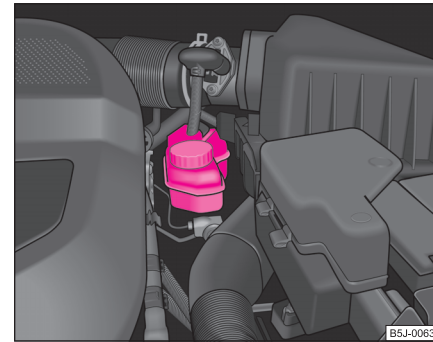

Abb. 159 Motorraum: Bremsflüssigkeitsbehälter
- Prüfen Sie den Bremsflüssigkeitsstand am Behälter ⇒ Abb. 159. Der Stand muss zwischen den Markierungen „MIN“ und „MAX“ liegen. ▶